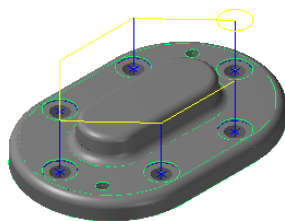

图 16.29 刀具路径
(1) 在“2D 刀具路径 – 钻孔/全圆铣削 深孔钻-无啄孔”对话框的左侧节点列表中，单击 **共同参数** 节点，在 **深度...** 文本框中输入值-1.0，在 **工件表面** 区域选中  **增量坐标** 单选项，然后在 **工件表面** 文本框中输入值 0.0。
(2) 在“2D 刀具路径 – 钻孔/全圆铣削 深孔钻-无啄孔”对话框的左侧节点列表中，单击 **平面 (WCS)** 节点，单击 **工作坐标系** 区域中的“选择 WCS 视角”按钮 ，系统弹出“视角选择”对话框，在该对话框中选择 **底视图** **X0. Y0. Z0.**。单击该对话框中的  按钮，关闭“视角选择”对话框。
(3) 单击“2D 刀具路径 – 钻孔/全圆铣削 深孔钻-无啄孔”对话框中的“复制到刀具面”按钮 ，然后单击“2D 刀具路径 – 钻孔/全圆铣削 深孔钻-无啄孔”对话框中的“复制到绘图平面”按钮 。
(4) 单击“2D 刀具路径 – 钻孔/全圆铣削 深孔钻-无啄孔”对话框中的  按钮，完成加工参数的设置，此时系统将自动生成图 16.29 所示的刀具路径。